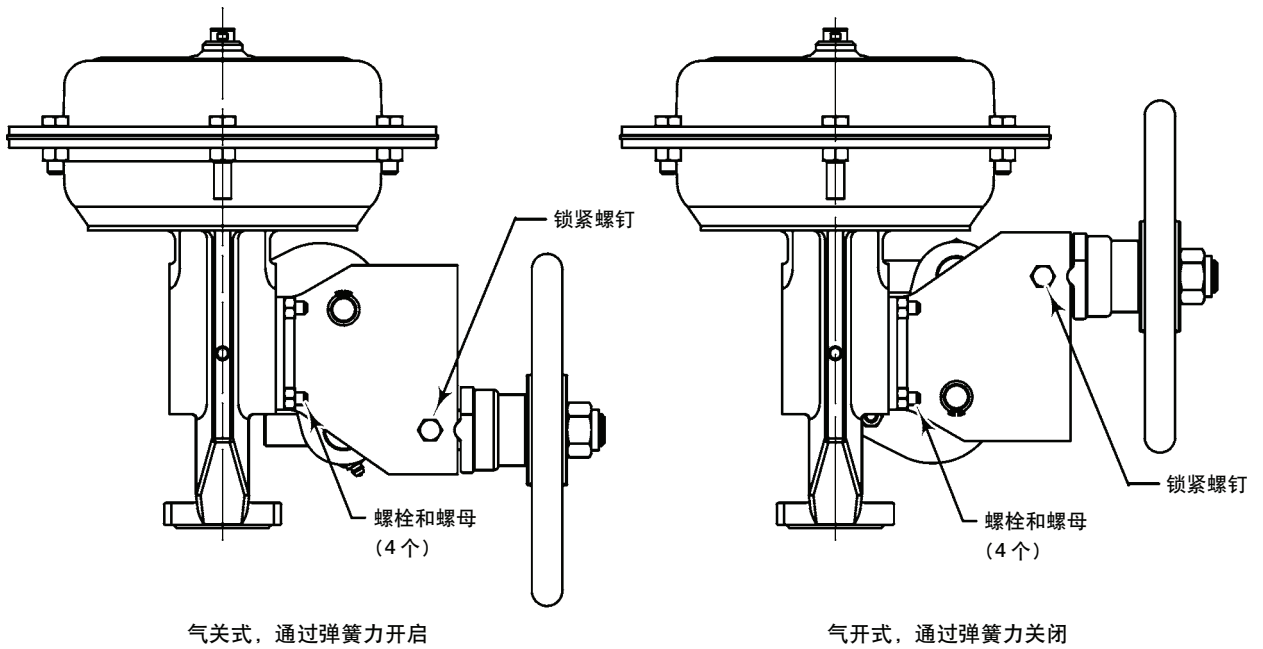

图5. GX 手轮组件
当阀门正常操作不需要手轮动作时,手轮壳体侧设有一个锁紧螺钉(见图 5)用于将杠杆锁定在阀杆连接器运行路径之外。
3. 用四个螺栓和螺母将手轮装在 GX 的安装平板上，如图 5 所示。上紧力矩为 $24 \text{ N} \cdot \text{m}$ ($18 \text{ lbf} \cdot \text{ft}$)。